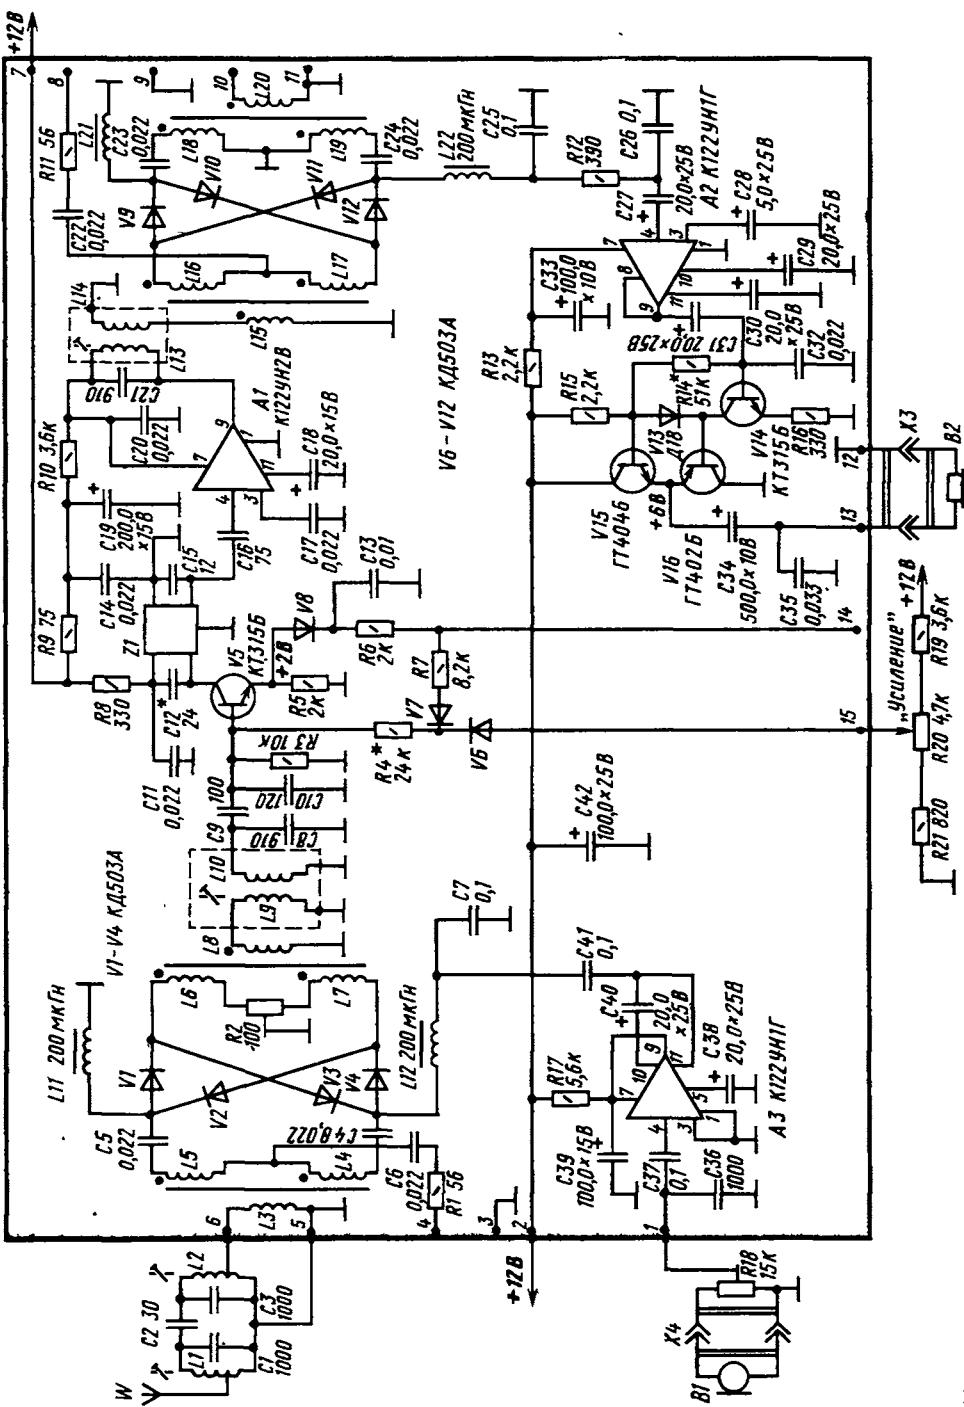

Рис. 388. Схема основного блока
**Принципиальная схема основного блока трансивера** показана на рис. 388. Подключенные к его плате (через выводные контакты 5 и 6) контуры L1C1, L2C3 со связующим их конденсатором C2 образуют фильтр сосредоточенной селекции. В режиме приема через него на первый кольцевой смеситель, выполненный на диодах V1–V4, подается принятый антенный сигнал, а через выводы 3 и 4 — напряжение гетеродина частотой 2340–2460 кГц. На выходной катушке L8 кольцевого смесителя выделяется сигнал промежуточной частоты (500 кГц), кото-
Остается разобрать принцип работы коммутационного узла в первом каскаде усилителя ПЧ основного блока при переводе трансивера с приема на передачу. В режиме «Прием» нижний (по схеме на рис. 388) вывод резистора R6 этого каскада через обмотки реле K1 и K2 коммутатора, находящегося в блоке гетеродинов, соединен с общим заземленным проводником цепи питания, диод V8 открыт напряжением, падающим на эмиттерном резисторе R5. В это время конденсатор C13, подключенный через открытый диод V8 к резистору R5, ослабляет отрицательную обратную связь по переменному току, снижающую усиление каскада. При подаче на вывод 14 основного блока постоянного напряжения +12 В (переключателем S1) диод V8 закрывается и тем самым отключает конденсатор C13 от резистора R5; начинает действовать отрицательная обратная связь, снижающая усиление каскада. Это предотвращает перегрузку тракта ПЧ относительно сильным сигналом, поступающим в него с первого кольцевого смесителя в режиме передачи.
Катушки L3—L5, L6—L8, L15—L17 и L18—L20 трансформаторов смесителей основного блока намотаны на кольцах типоразмера K7 × 4 × 2 из феррита марки 600НН. Можно также использовать ферритовые кольца с магнитной проницаемостью 400—1000 и внешним диаметром 7—12 мм. Каждая из катушек трансформаторов содержит 34 витка провода ПЭВ-2 0,15. Наматывать катушки каждого трансформатора надо одновременно тремя проводами, предварительно скрутив их жгутиком, а во время монтажа внимательно следить за порядком их соединения (на рис. 388 начала катушек отмечены точками).
Налаживание начинай с установки режимов работы транзисторов V5 и V14 V16 основного блока (см. рис. 388). Для этого переключатель S1 «Прием–пе-
Настройку трансивера в режиме «Передача» также начинай с основного блока (см. рис. 388). Питание на усилитель мощности пока не подавай. К разъему X4 «Микрофон» подключи электродинамический микрофон (любого типа), а к выходу микросхемы А3 подключи миливольтметр или вольтметр переменного тока, который мог бы фиксировать десятичные доли вольта. Произнося перед микрофоном протяжное «а-а-а», подстроечным резистором R18 установи на выходе микросхемы А3 напряжение, равное 0,1–0,15 В. После этого к выводу 10 платы основного блока можно подключить отрезок провода, прослушать на вспомогательный приемник сформированный SSB сигнал трансивера и скорректировать его подстроечным резистором R2.